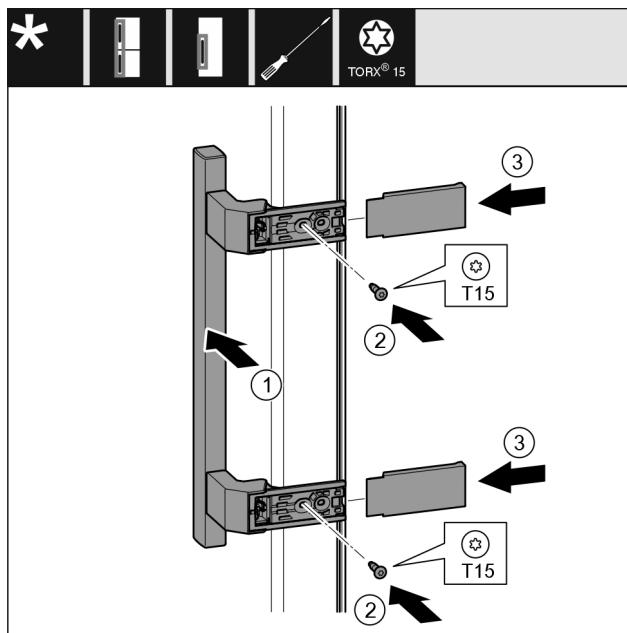

Fig. 42
- Griff Fig. 42 (1) auf der Gegenseite ansetzen.
- Schrauben Fig. 42 (2) mit Schraubendreher fest-schrauben.
- Abdeckungen Fig. 42 (3) seitlich ansetzen und aufschieben.